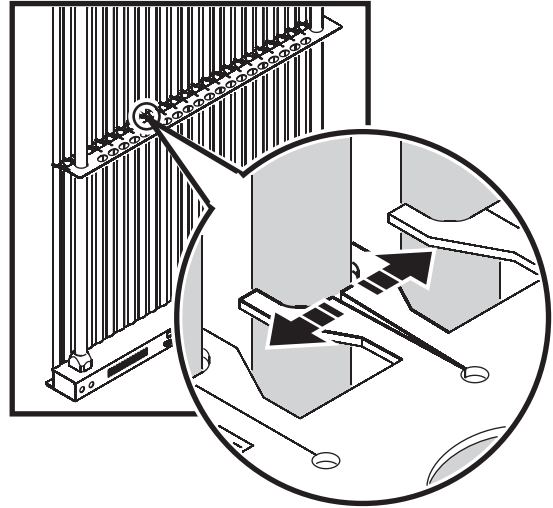

Figure 19: Libération d'un tube
2. Voir Figure 19. Insérez une lame de tournevis plat large dans la fente du crochet plastique translucide situé immédiatement derrière le tube à démonter. Tournez délicatement le tournevis pour libérer le tube afin de le tirer vers l'avant hors du crochet.